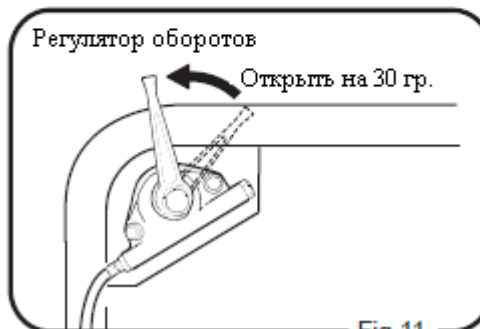

Fig. 11
- Поверните рычаг регулятора оборотов примерно на 30° (рис. 11).